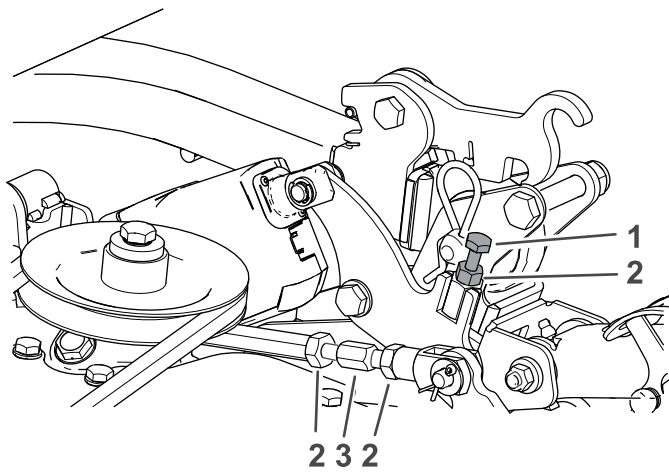
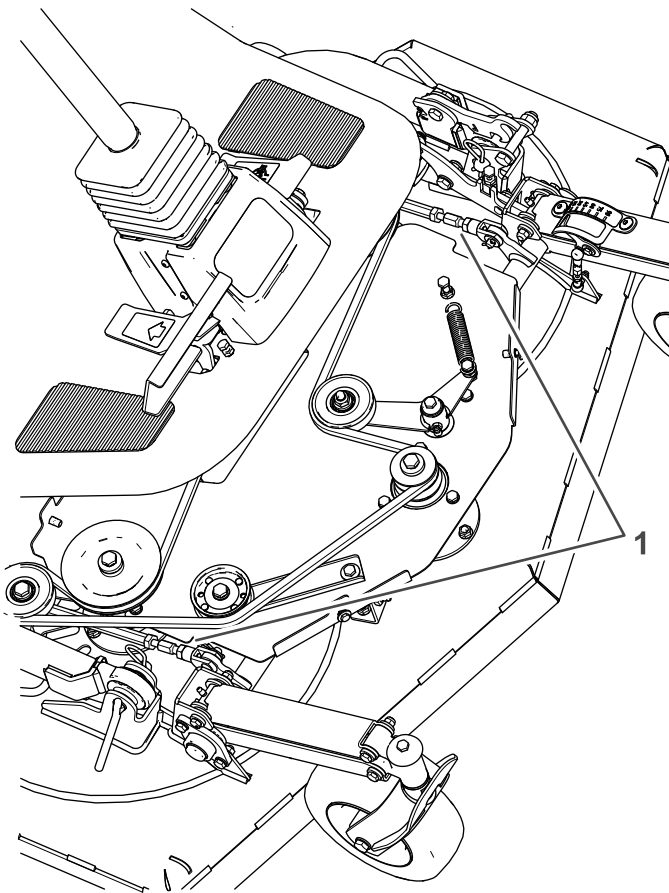

Figure 100
Figure 101
- B. Pour élever l'avant de la machine à 64 mm, desserrez l'écrou de blocage et ajustez le boulon de réglage ; voir Figure 100.
C. Pour relever l'arrière de l'unité de coupe, desserrez les écrous de blocage des biellettes des deux côtés de l'unité de coupe (Figure 100 et Figure 101).
6. Resserrez les écrous de blocage des biellettes (Figure 100).